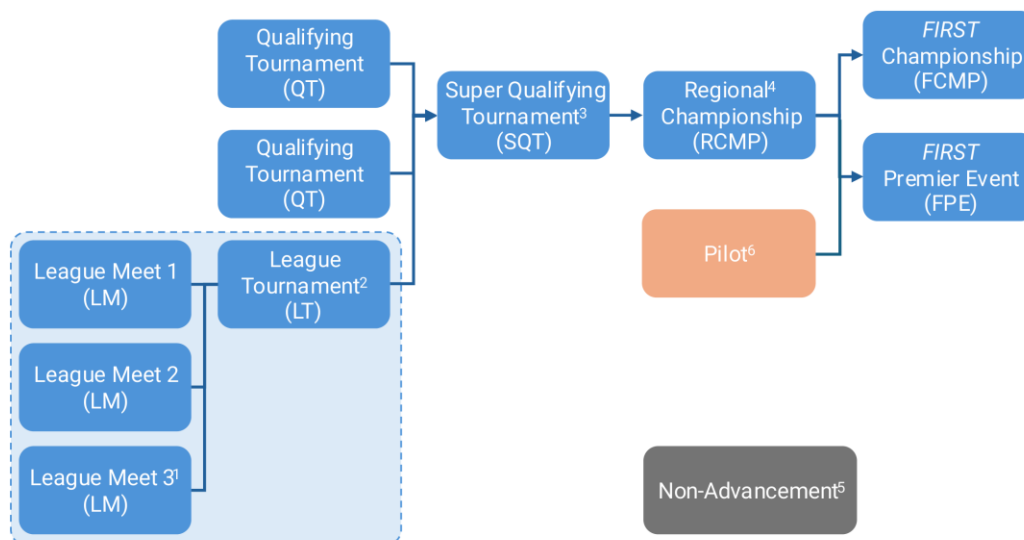

図 4-2 トーナメントの昇格構造（原文 Figure 4-2）
FIRSTTech Challenge のトーナメントの進み方を 図 4-2 に示す。チームは、最初に出場した 3 つの入口レベルの大会、すなわち Qualifying Tournament (QT) と League Tournament (LT) のいずれからでも昇格できる。1 シーズンに参加できる League は 1 つだけである。League Tournament の詳細は 14 リーグ戦トーナメント \(L\) を参照のこと。入口レベルの大会には 3 つを超えて出場してもよいが、昇格の対象となるのは日付順で最初の 3 大会である。